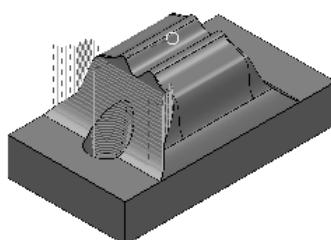

图 2-143 生成的刀具路径
7) 在“曲线投影精加工”对话框中单击“应用”按钮和“接受”按钮，确定参数并退出对话框，生成的刀具路径如图 2-143 所示。